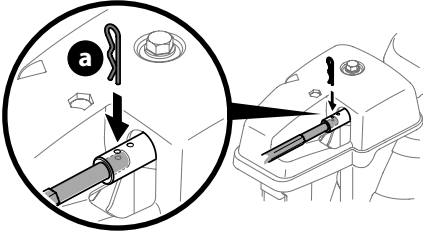

Figure 34
6. Poussez la tige de commande vers le tableau de commande jusqu'à ce que le trou sur la tige s'aligne avec le trou du milieu sur le raccord de la tige de commande. Insérez la goupille fendue (a) retirée à l'étape 1. Voir (Figure 34).